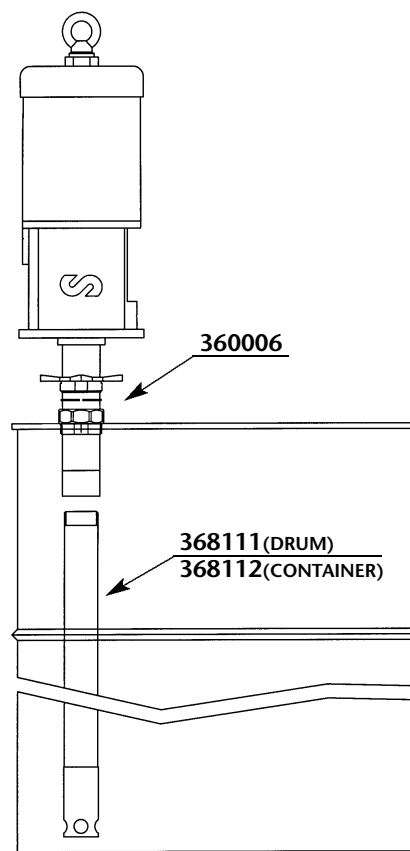

Fig. 4
- c. Drum or tank mounting (Using bung adaptor 360006). Screw the suction tube (368111 for drum; 368112 for tank) into the foot valve. Screw the nut of the bung adaptor into the 2" bung opening of the cover. Insert the suction tube through the nut and secure it with the star nut at the desired height (See figure 4).
- c. Fixation sur fût ou sur citerne (à l'aide de la bague de fixation 360006). Serrer le tube prolongateur (368111 pour les fûts et 368112 pour les citernes) à la pompe. Serrer l'écrou de l'adaptateur réglable au filet du couvercle. Introduire le tube par l'écrou et le placer à la hauteur désirée à l'aide de la fausse-bonde (voir figure 4).